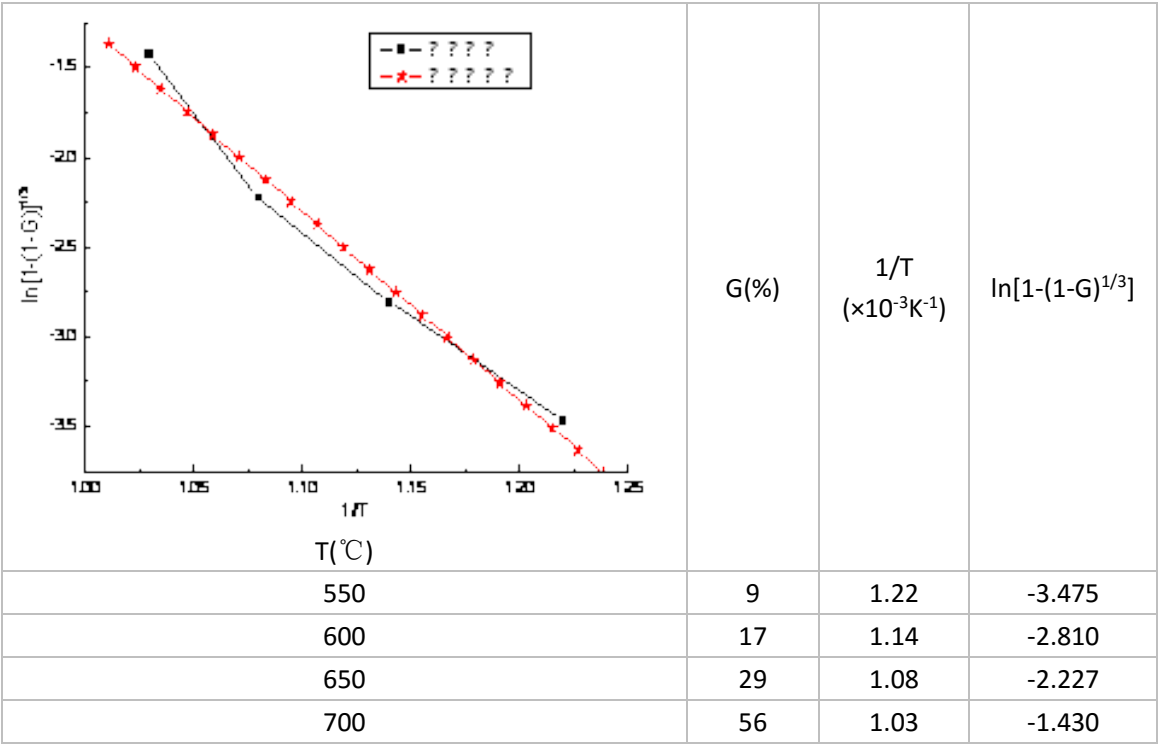

图 8-3 数据处理
(2) 取各温度下反应 1h 时进行数据处理拟合，如图 8-3 所示，